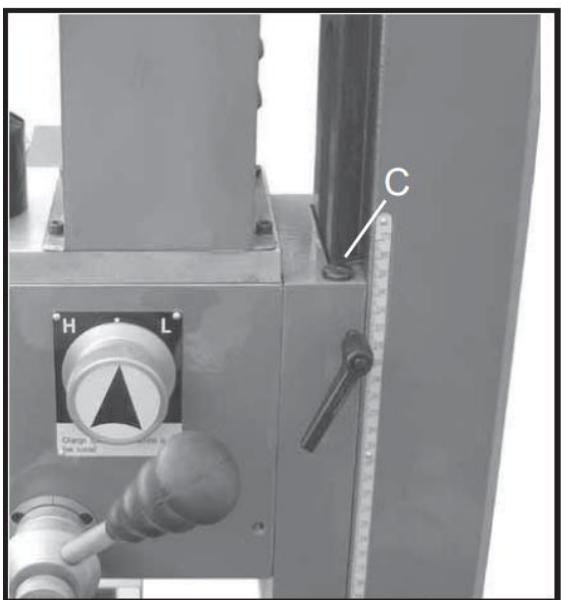

Рис. 17
1. Винт регулировки горизонтального клина (A, Рис. 16) расположен в правой задней части стола. Винт регулировки поперечного клина (B, Рис. 16) расположен на правой стороне суппорта под столом. Винт регулировки вертикального клина (C, Рис. 17) расположен на стойке.